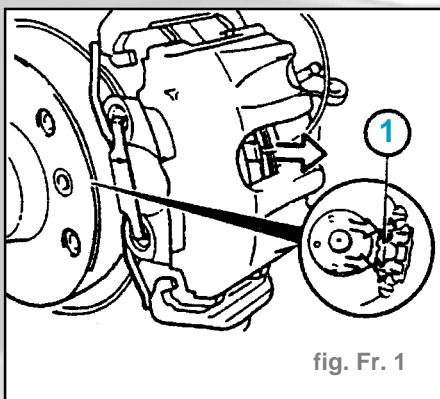

fig. Fr. 1
- Retirer l'agrafe (1) (fig. Fr. 1)